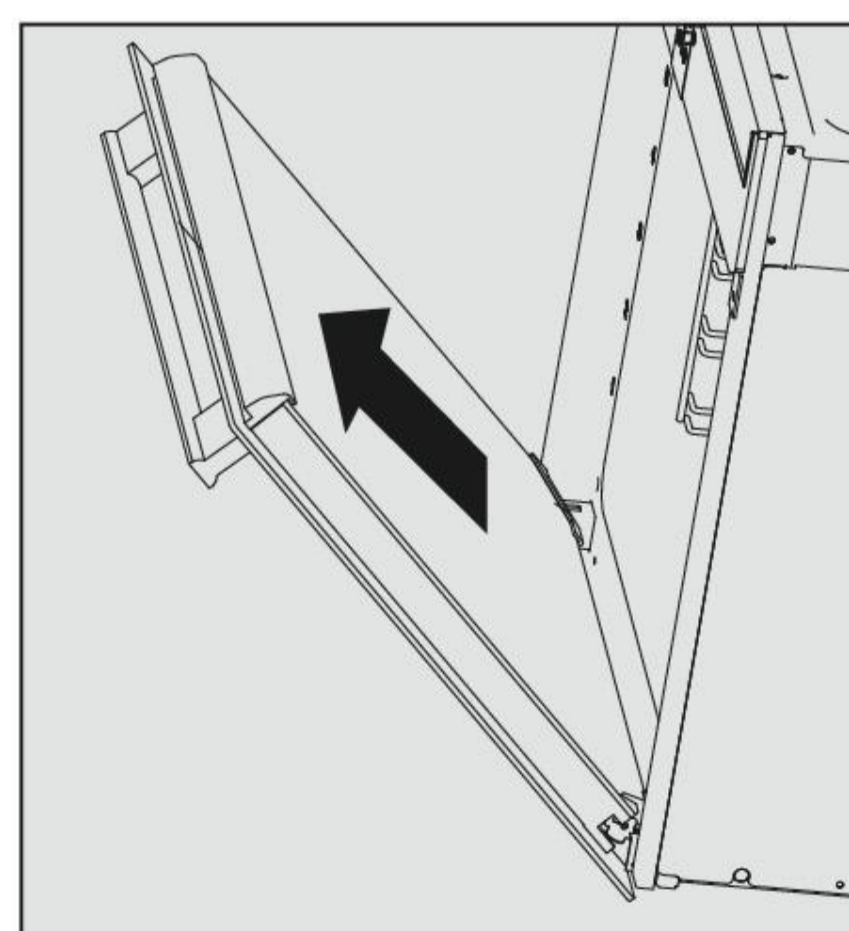

图.3
- 向上提升门，直至提不动为止。从两边牢固地抓住门，然后向上提升铰链（图3）。